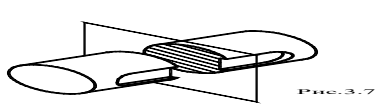

Рис.3.7
**Сечение** - изображение фигуры, получаемой при мысленном рассечении предмета одной или несколькими плоскостями. На сечении показывается только то, что получается непосредственно в секущей плоскости (рис.3-7, 3-8).
Сечения вычерчиваются в соответствии с ГОСТ 2.306-68. Контур вынесенного сечения, а также сечения, входящего в состав разреза, изображают сплошными основными линиями, а контур наложенного сечения - сплошными тонкими линиями (рис.3.7, 3.9). В случаях, подобных указанному на рис.3.9 (при симметричной фигуре сечения), линии сечения не прерывают. Во всех остальных случаях для линий сечения применяют разомкнутую линию с указанием стрелками направления взгляда (рис.3.8, 3.10). У начала и конца линии сечения ставят одну и ту же прописную букву русского алфавита (рис.3.7, 3.11, 3.12).